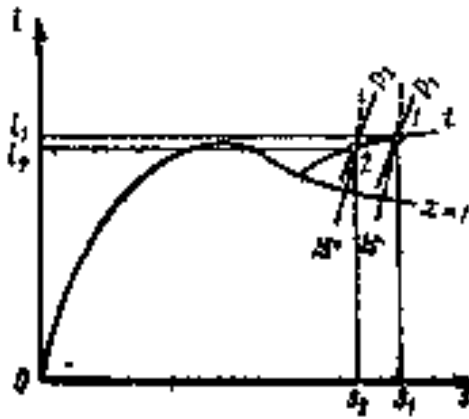

Рис. 5.3
*Решение:*  $q = T(s_2 - s_1)$ ;  $s_2 = s_1 + q/T = 6,06 \frac{\text{кДж}}{\text{кг} \cdot \text{К}}$ . На пересечении изоэнтропы (адиабаты)  $s=6,06 \text{ кДж}/(\text{кг} \cdot \text{К})$  и заданной изотермы по  $h$ - $s$  диаграмме водяного пара (рис. 5.3) находим  $p_2=9 \text{ МПа}$  и все остальные параметры состояния, соответствующие начальной 1 и конечной 2 точкам процесса: